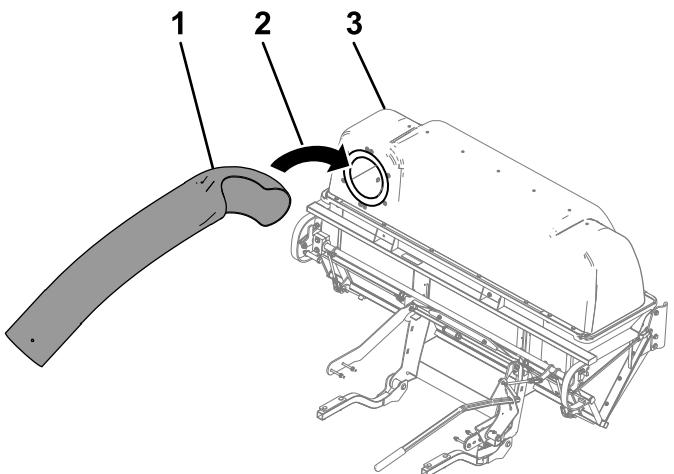

Figure 38
4. Insérez le tube supérieur dans l'ouverture du système de ramassage, puis ressortez-le de sorte que le joint en caoutchouc dépasse (Figure 38).